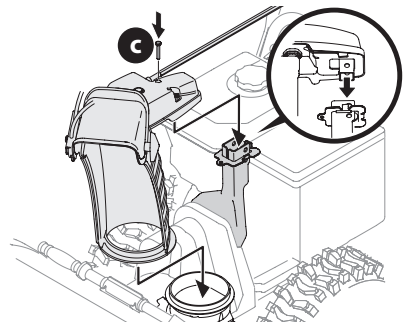

Figura 21
3. Coloque el conjunto del canal sobre la base del canal y asegúrese de que la varilla de control del canal esté colocada sobre la manija inferior. Instale el tornillo hexagonal (c) que retiró en el Paso 1, pero no lo asegure con la tuerca de mariposa (o la tuerca de bloqueo en caso de proporcionarse) en este momento (Figura 21).